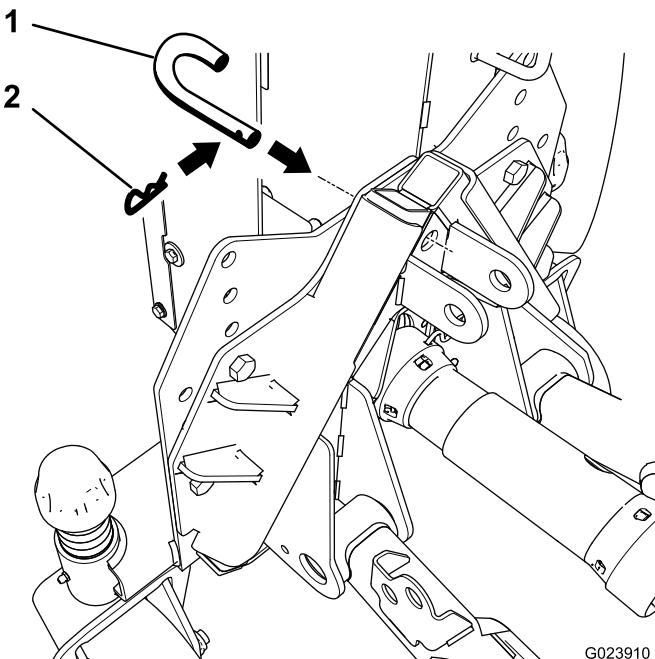

Figura 12
4. Inserite il perno di bloccaggio negli adattatori e fissatelo con una coppiglia (Figura 12).